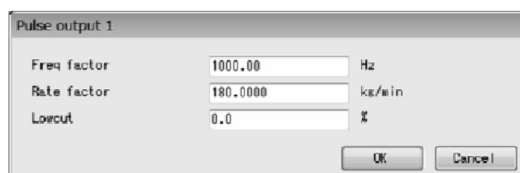

図41
- ① メニューの「Setup(S)」をクリックし、「Outputs」のドロップダウンリストの中から、「Analog output 2」を選び再度クリックします。
- ② 3.6.2.2 Analog output 1の②～⑤と同様に、アナログ出力2を設定することができます。
- ① メニューの「Setup(S)」をクリックし、「Outputs」のドロップダウンリストの中から、「Pulse output 1」を選び再度クリックします。
- ② 次のウィンドウ(図41)が表示されます。ここではパルス出力1の設定を行います。